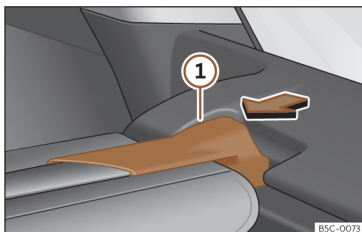

**Fig. 184** Na bagageira: desmontar a chapeleira.
- Pressione o suporte da chapeleira >>> **Fig. 184** ① no sentido da seta.
- Encaixe o suporte da chapeleira >>> **Fig. 184** ① no alojamento do outro lado.